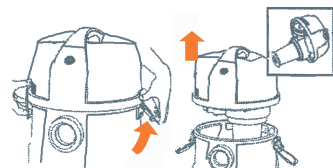

Fig. 1
- 1** Antes de usar por primera vez, desmonte la cubierta motor (3) abriendo los ganchos de cierre (7) (Fig.1). Apoye de costado la cubierta motor para evitar su caída. Saque los accesorios que se encuentran en el interior del depósito (8). Los accesorios se pueden insertar en el porta accesorios ubicado en la base para facilitar su transporte.